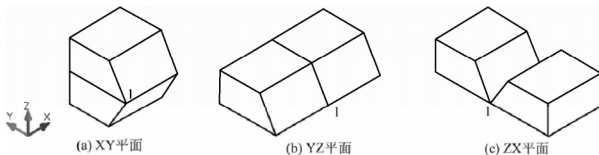

图 12-10 指定标准平面作为镜像面
(5) 【XY/YZ/ZX】：将镜像平面与一个通过指定点的标准平面(XY、YZ 或 ZX)对齐，如图 12-10 所示。